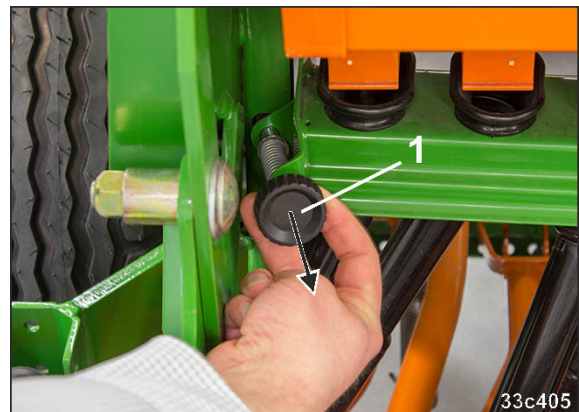

Bild 131
1. Dra den fjäderbelastade spaken (Bild 131/1) åt sidan ut ur låsningen.